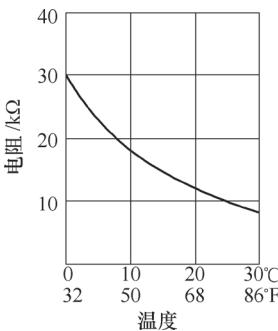

图 5-146 温度与电阻值的关系
3) 将电阻测量值与图 5-146 所示的技术参数进行比较，电阻值应该符合技术参数，否则更换新件。